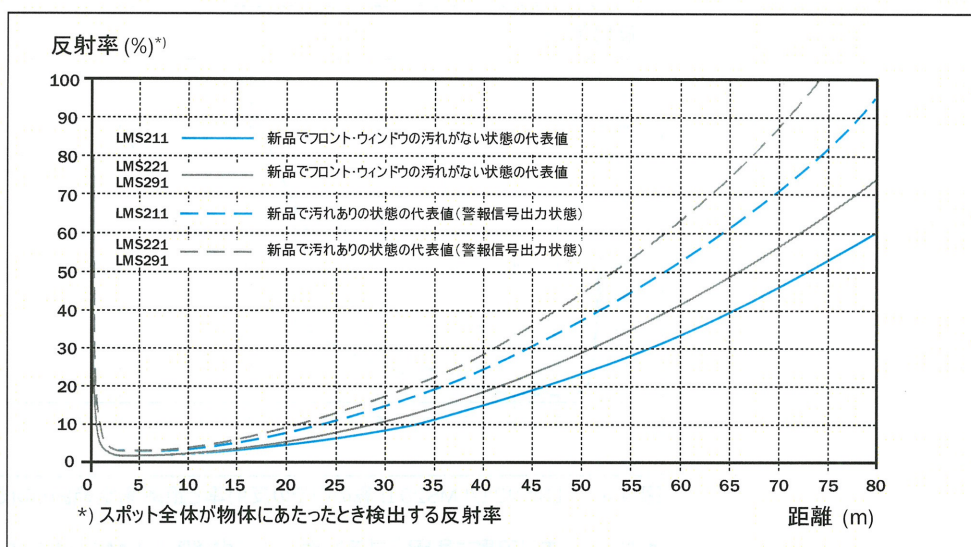

図 4-2: LMS211/LMS221/LMS291: 視界良好時の反射率と測定可能距離との関係
LMS2xxの距離測定範囲は、測定対象物の反射率と、スキャナの投光強度によって決まります。図4-2に、いくつかの一般的な材質の物体の反射率を一覧で示します(KODAKスタンダード)
- 標準設定値 (図4-2参照参照): 30 m 距離測定範囲/10% 反射率